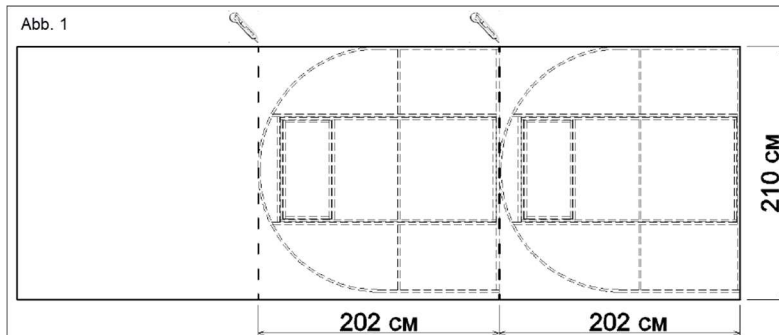

Abb. 2
- 5.1.2. Legen Sie das abgeschnittene Stück des Polycarbonats (202 x 210 cm) wie in Abb. 2 gezeigt auf eine Wand des Gewächshauses. Polycarbonatwaben sollten vertikal positioniert werden. Richten Sie Polycarbonatsstück von allen Seite aus und befestigen Sie dieses entsprechend den gebohrten Löchern mit Blechschauben. Schneiden Sie das Polycarbonat in einem geraden Bogen.